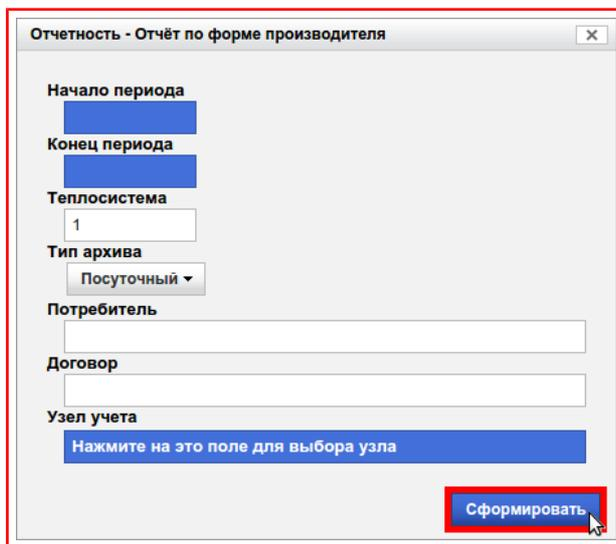

Рисунок 8.23 — Кнопка «Сформировать»
- 7) Нажать на кнопку «**Сформировать**», рисунок 8.23.